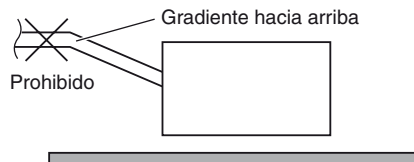

Fig.3-12
- No instale el tubo con una pendiente hacia arriba desde el orificio de conexión. De lo contrario, el agua de drenaje podría fluir hacia atrás y fugarse cuando la unidad no está en funcionamiento. (Fig. 3-12)